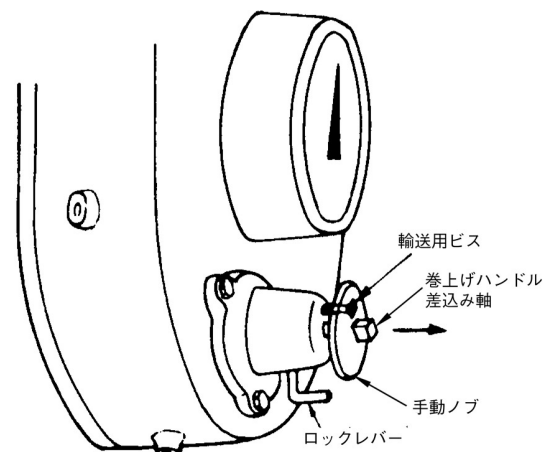

図 14. 計器本体の巻上げ機構部
(図 14)「8.1 標準保守項目」(図 22 参照)
- 測定状態では、ツマミは必ず前方向に引き出した状態にしておいてください。(図 14 参照)